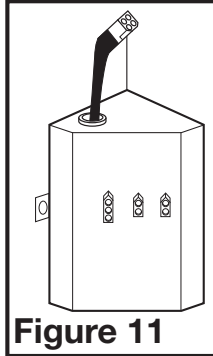

Figure 11
- MODÈLES STANDARDS:** branchez les câbles à 2 broches du ventilateur et les câbles à 3 broches de connexion rapide du moteur dans la prise correspondante située sur le couvercle du compartiment de fil. Ces câbles ne s'adaptent que dans un sens dans les réceptacles (Figure 11).